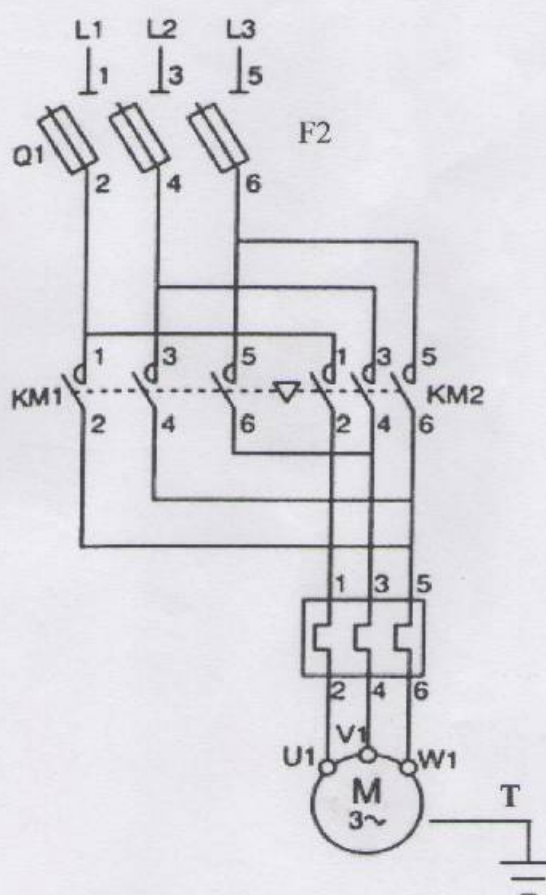

Figure 2
2. Que représente le schéma de la figure 2?.....5pts